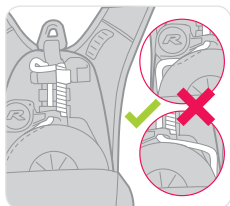

Figure 6
- Examinez la corde de descente pour vérifier l'absence de « jeu » entre le tambour et la crémaillère (voir Figure 6). Si la corde a du jeu, vous devez mettre le Latchways PRD hors service et consulter Latchways ou un représentant agréé.